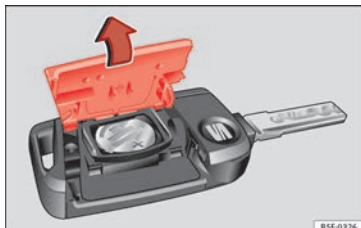

Abb. 132 Fahrzeugschlüssel: Deckel des Batteriefachs öffnen.
- Abdeckung auf der Rückseite des Fahrzeugschlüssels » **Abb. 132** in Pfeilrichtung abnehmen » ❶.
- Abdeckung wie gezeigt ansetzen » **Abb. 132** und entgegen der Pfeilrichtung auf das Fahrzeugschlüsselgehäuse drücken, bis sie einrastet.
❶ VORSICHT